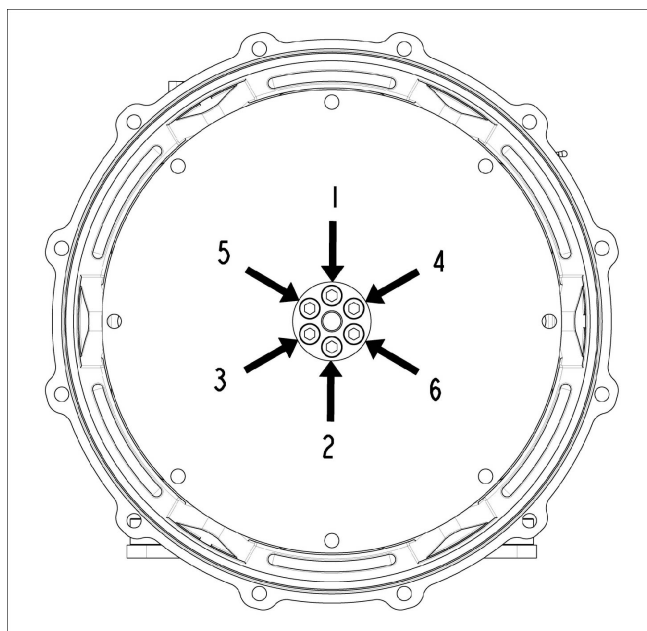

FIGURA 22. SEQUÊNCIA DE FIXAÇÃO NO CUBO
4. Se necessário, aperte os parafusos dos discos de acoplamento de acordo com a sequência ilustrada em Figura 22 na página 42 . Consulte Capítulo 9 na página 69 para informações sobre o binário de aperto.